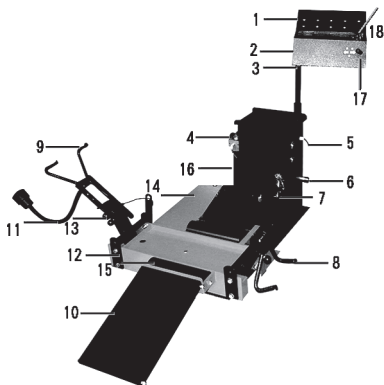

Рисунок 2 – Устройство изделия
Установите перфорированную полку (1, рис.2) на заднюю стенку пульта управления (2).
4. Для этого выньте ось захвата (13, рис. 2) и зацепите захват за борт шины.
5. Зафиксируйте захват с помощью оси за кронштейн (12).
6. С помощью переключателя (18) поднимите каретку рабочего стола бортрасширителя на необходимую высоту.
7. Разожмите переключателем (17) борта шины до необходимой ширины. Если в процессе борт шины сорвется с захвата, то переставьте ось захвата на одно отверстие выше.